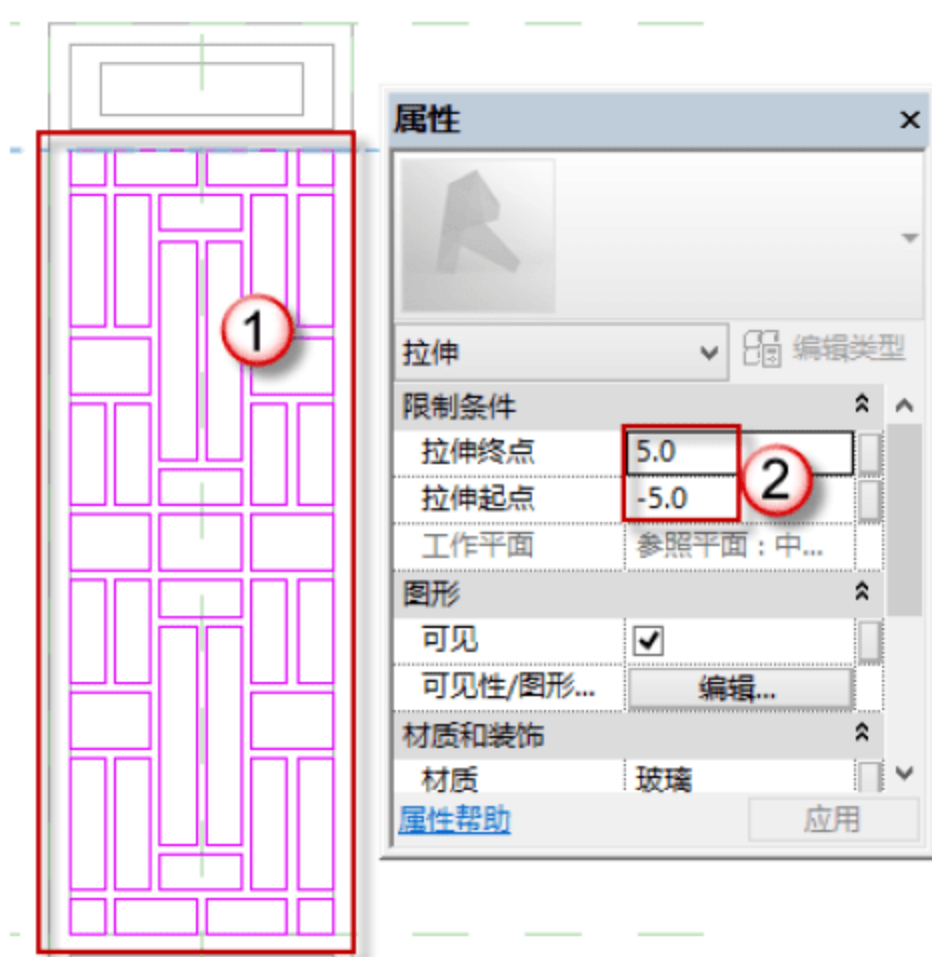

图 8.3.62 绘制屏风玻璃
(8) 屏风玻璃 (厚度为 10mm)。返回到“前立面”视图, 选择“创建”→“拉伸”→“矩形框”命令, 绘制图框, 单击√按钮。然后切换至“左”立面视图, 选中图元, 在“属性”面板中编辑“拉伸起点”和“拉伸终点”的数值 (-5, 5), 如图 8.3.62 所示。